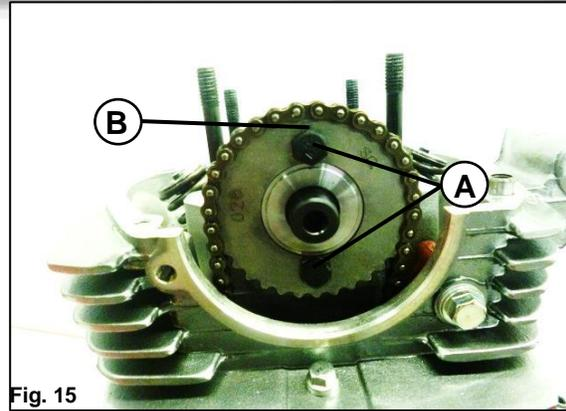

Fig. 15
Desensamble el piñón de distribución, removiendo los dos tornillos (A) y teniendo muy en cuenta la marca (B). Para su ensamble. Inspeccionar desgastes, grietas y verificar irregularidades en el elemento en caso tal reemplace inmediatamente. **Fig. 15**